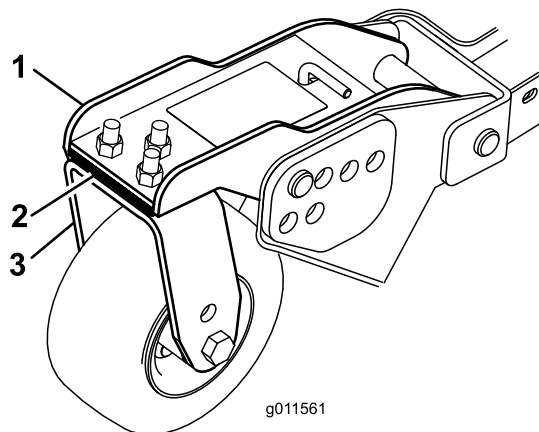

Bild 28
3. Stellen Sie die Beilagscheiben (3 mm) an den vorderen Laufradgabeln auf die entsprechende Schnitthöhe auf dem Aufkleber ein (Bild 28).